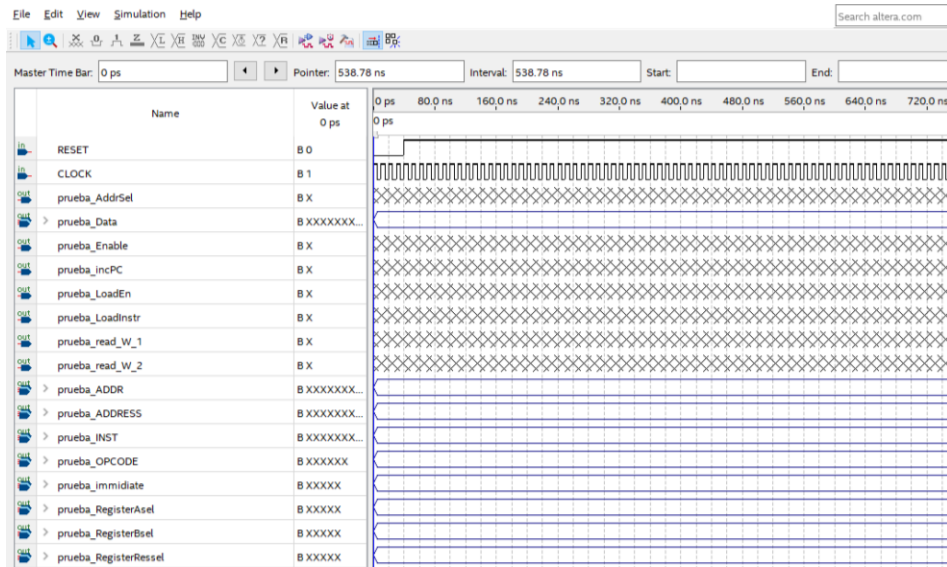

Figura 10. Señales con valores en el Diagrama de tiempo del archivo SIMULACION.vwf.
12. Establezca valores únicamente a las señales RESET y CLOCK tal como se visualiza en la Figura 10 del archivo **SIMULACION.vwf** en el diagrama de tiempo.